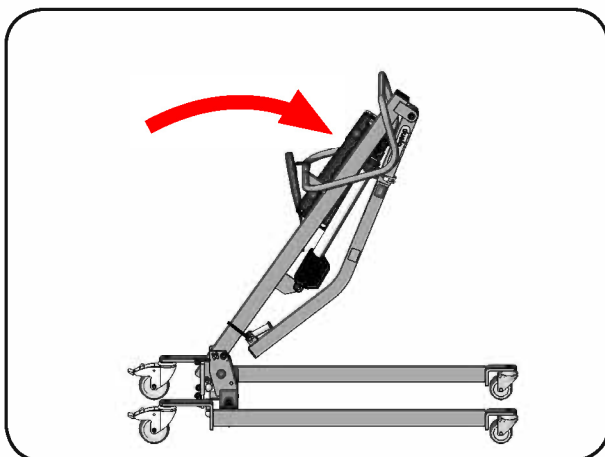

Abbildung 62
3. Entfernen Sie nun an der Standmastaufnahme die SL-Sicherung mit dem Bolzen und klappen Sie den Standmast nach vorne (Abbildung 62).